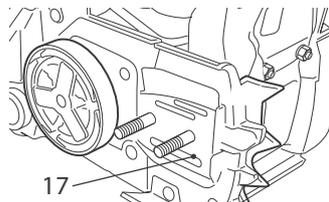

Fig. 47
- > S'assurer que l'orifice d'huile (17) n'est pas obstrué et le nettoyer si nécessaire afin de garantir la lubrification correcte de la barre et de la chaîne. Utiliser un fil souple de dimension réduite et l'introduire dans le trou d'évacuation d'huile (Fig. 47).